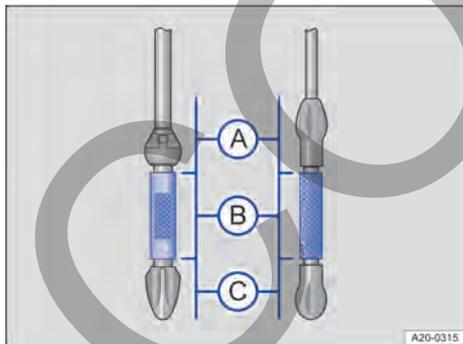

Fig. 181 Varillas de medición con marcas del nivel de aceite del motor (variantes).
7. Extraiga nuevamente la varilla de medición y compruebe en ella el nivel de aceite como sigue → fig. 181:
12. Vuelva a comprobar el nivel de aceite en la varilla de medición antes de volver a añadir otra pequeña cantidad de aceite. No cargue nunca aceite del motor en exceso → ①.
13. Al final del proceso, el nivel de aceite debería encontrarse por el centro de la zona → fig. 181 Ⓑ. No deberá encontrarse nunca en la zona → fig. 181 Ⓐ → ①.
14. Si ha añadido demasiado aceite del motor por descuido y el nivel se encuentra en la zona → fig. 181 Ⓐ, **no ponga el motor en marcha**. Avise a un taller especializado debidamente cualificado. Volkswagen Vehículos Comerciales recomienda uno de sus concesionarios.
- Si el nivel de aceite del motor se encuentra en la zona → fig. 181 Ⓐ, no ponga el motor en marcha y avise a un taller especializado debidamente cualificado.